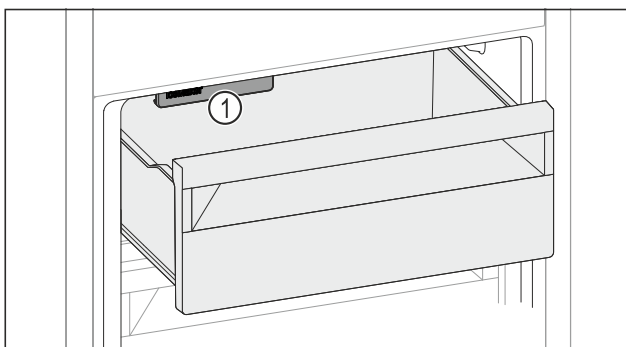

Fig. 155
- ▶ Внимавайте за IceMaker Fig. 155 (1).